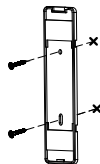

Fig. 2
3. Percez les trous et insérez-y les chevilles (si nécessaire) (fig. 2).